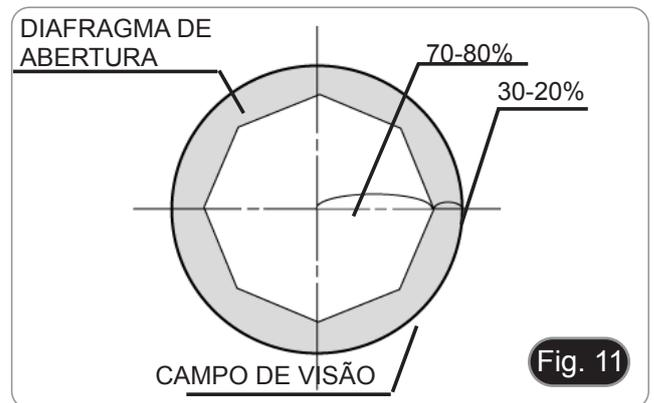

Fig. 11
- Para amostras com baixo contraste, ajuste o valor da abertura numérica para cerca de 70%-80% do A.N. da lente. Se necessário, remova uma ocular e, olhando para o suporte da ocular vazio, ajuste o anel do condensador até obter uma imagem como na Fig. 11.